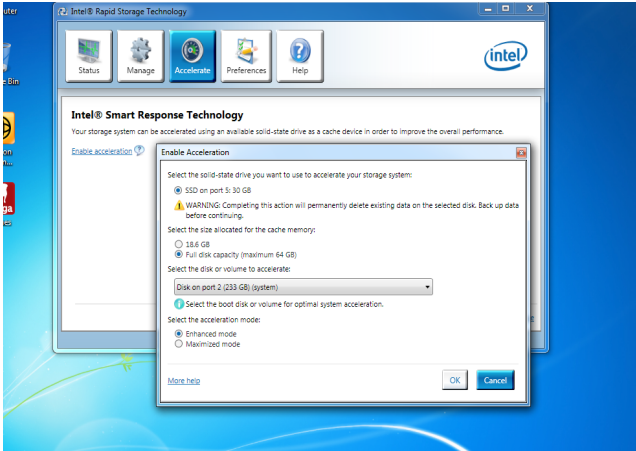

图2
3.点选acceleration 图标底下的enable acceleration後出现如下图2， 选择SSD 尺寸及目的硬盘及加速mode。